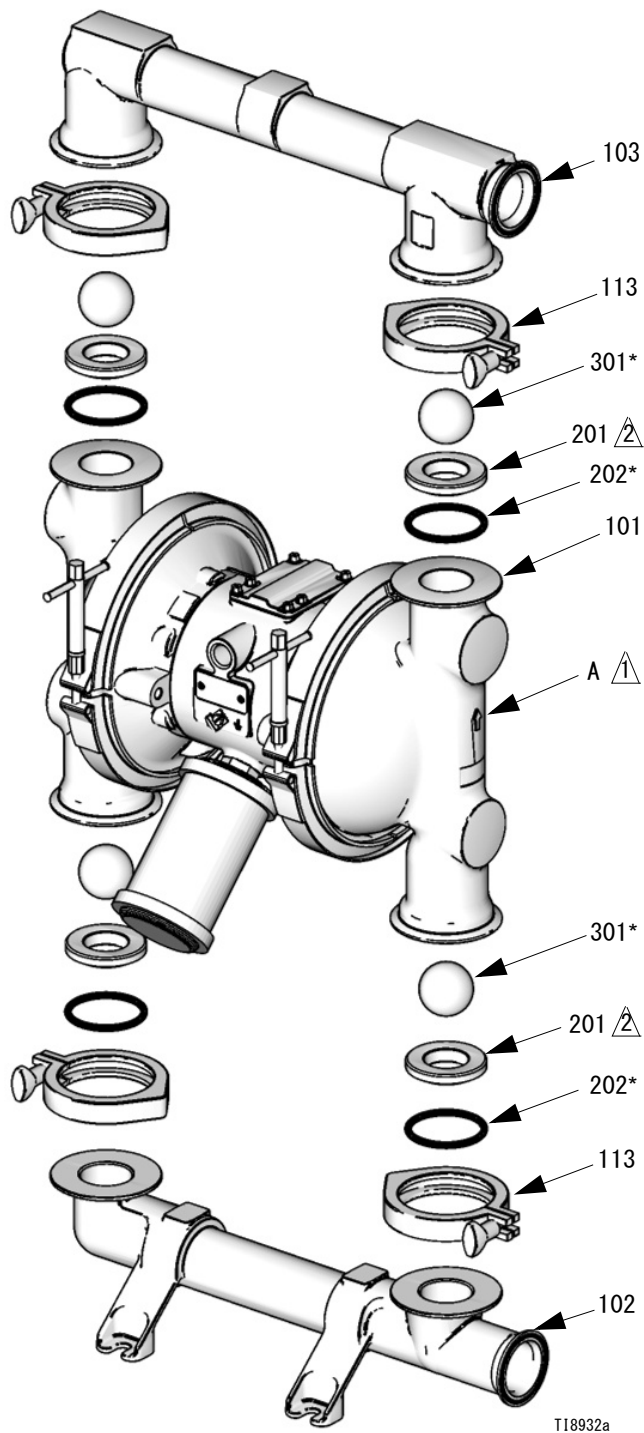

図 9
- ボール (301) がしっかりと収まるようにするため、ボールを交換する際には必ずシート (201) も交換してください。シートは、表面に摩耗の兆候が見られた場合など、必要に応じて交換してください。0 リング (202) も必要に応じて交換してください。PTFE 0 リングは、マニホールドを外すたびに交換する必要があります。
3. 排出マニホールド (103) を液体カバー (101) に固定しているクランプ (106) を外します。図 9 を参照してください。
4. マニホールド (103) から 0 リング (202)、シート (201)、およびボール (301) を取り外します。
5. ポンプをひっくり返し、吸入口マニホールド (102) を取り外します。液体カバー (101) から 0 リング (202)、シート (201)、およびボール (301) を取り外します。
2. 逆の手順で再度組立てます。図 9 に記載のすべての注意に従って下さい。ボールチェックとマニホールドが図の通り正確に組み立てられていることを確認してください。液体カバー (101) の矢印 (A) は、排出マニホールド (103) の方向に向ける必要があります。
- ① 矢印 (A) は排出マニホールド (103) の方向に向ける必要がある
- ② 丸みの付いたシーティング面は、ボール (301) の方向に向ける必要があります。内径の太い丸溝は、0 リングと合わせる必要があります。